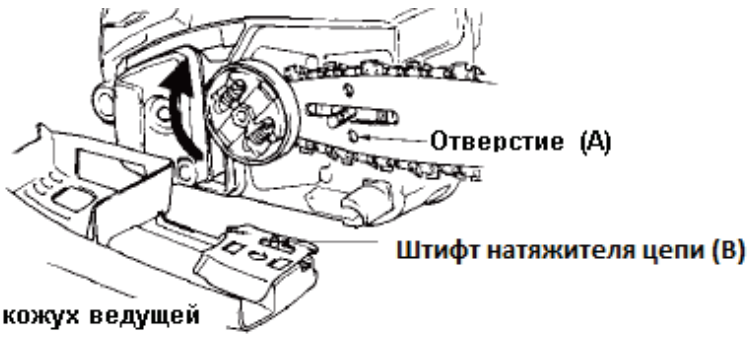

Рис.4
6. Выровняйте шину и наденьте ее на направляющие шпильки (Рис.4).
7. Удерживая шину так, чтобы цепь лежала в ее пазу, наденьте крышку ведущей звездочки. Штифт (В) натяжителя цепи (В) должен войти в отверстие «А» на шине (Рис.4).